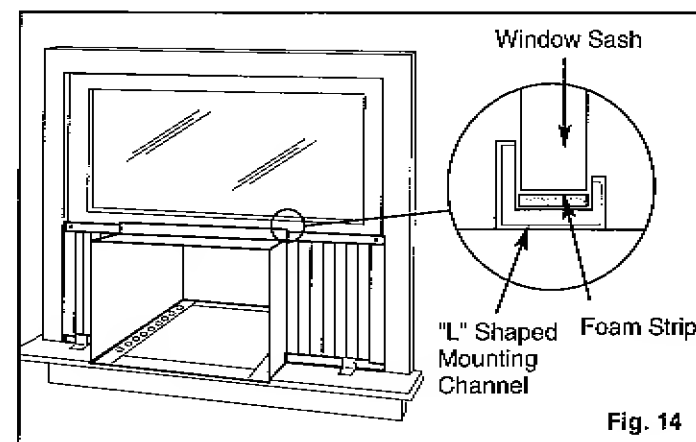

Fig. 14
- Placez le caisson du climatiseur dans la fenêtre avec le canal de montage en forme de « L » (en haut) positionné à l'avant du cadre supérieur de la fenêtre. Le canal en forme de « U » au bas du caisson doit être positionné dans le retrait de la voie qui se trouve à l'avant des supports de la fenêtre. Tirez la fenêtre vers le bas jusqu'à ce qu'elle repose juste derrière le rebord frontal du canal de montage en forme de « L » (supérieur). Voir Fig. 14.
A. Place the air conditioner cabinet into the window with the "L" shaped mounting channel (on top) positioned in front of the upper window sash. The "U" shaped channel on the bottom of the cabinet should be positioned in the "recessed" portion of the track located at the front of the window brackets. Pull the window down until it rests just behind the front flange of the (top) "L" shaped mounting channel. See Fig. 14.